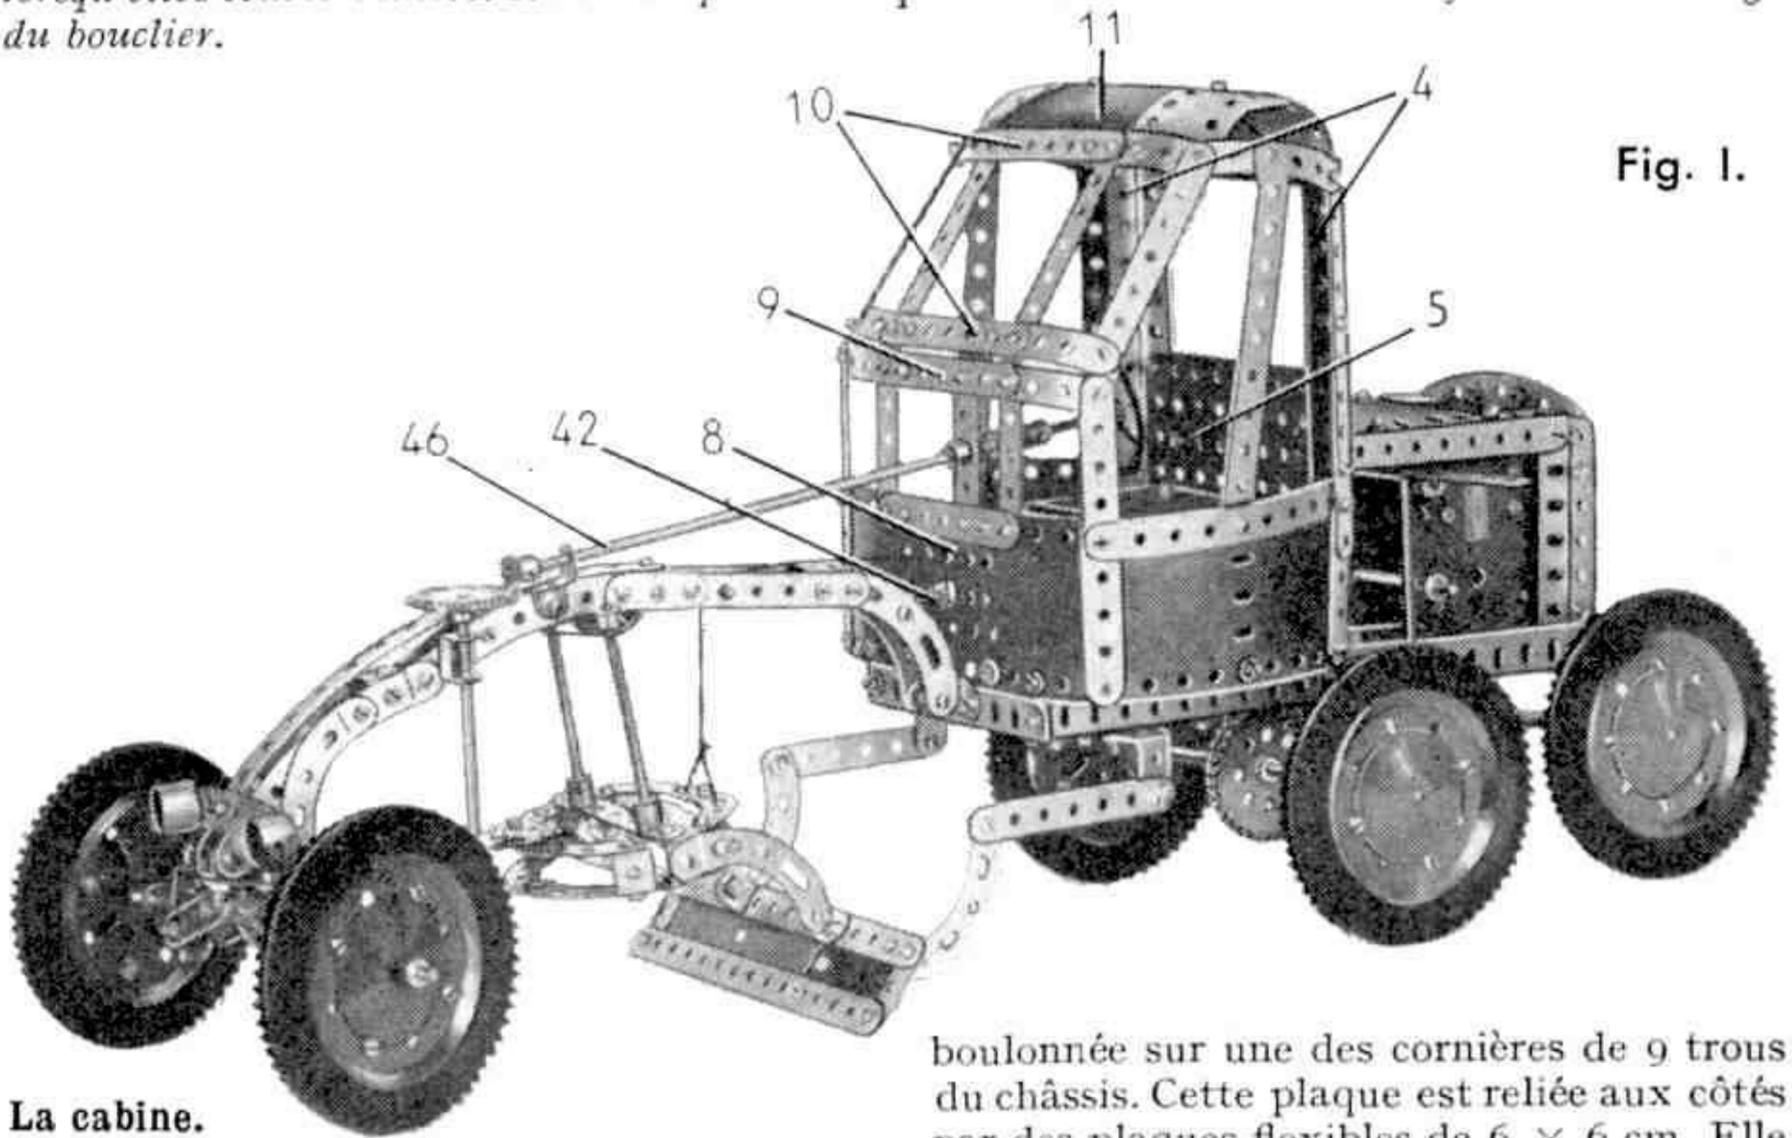

Fig. 1.
Deux cornières de 15 trous (4) sont fixées verticalement sur les cornières (1) (fig. 1). Elles forment les angles arrière de la cabine et sont réunies par une plaque sans rebords de $11,5 \times 6$ cm. (5).
L'avant de la cabine (fig. 1) est formé par une plaque sans rebords de 6×6 cm. (8),
La lame du bouclier (fig. 1 et 5) est formée d'une plaque flexible de 14×4 cm. et d'une de 6×4 cm. bordées par deux bandes de 15 trous et deux de 3 trous.